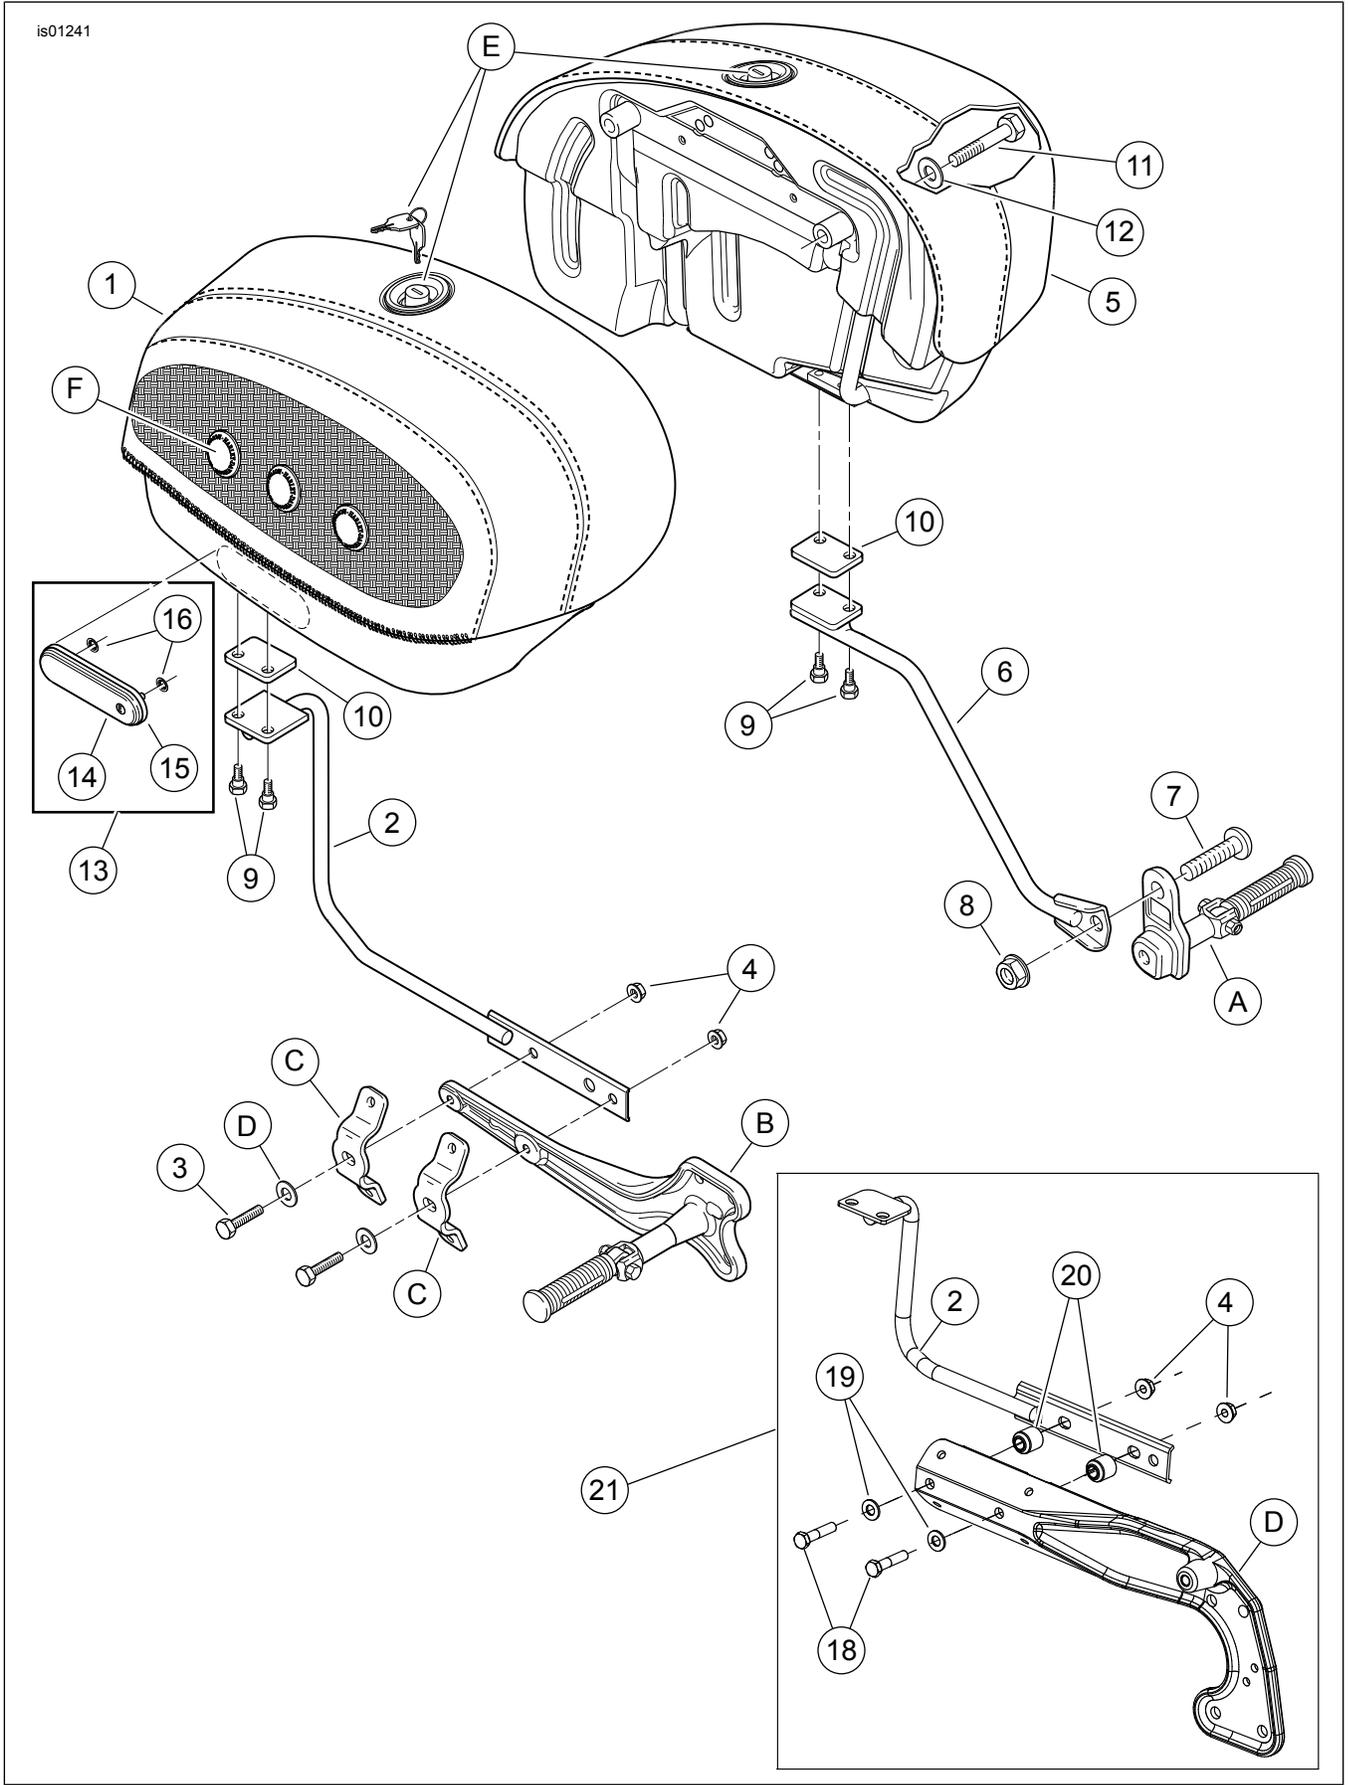

Abbildung 6. Ersatzteile, FLSTN Satteltaschensatz (für Modelle ab 2007 im Kästchen abgebildet)
- Siehe Abbildung 6. Die folgenden Teile aus dem Satz nehmen:
- Die untere rechte Satteltaschenhalterung (2)
- Zwei 38 mm (1-1/2 in) lange Sechskantschrauben mit Sicherungsmittelbeschichtung (18)
- Zwei flache Unterlegscheiben (19)
- Zwei Sechskantsicherungsmuttern mit Bund mit kleinerem Durchmesser (4)
- Zwei Distanzstücke (20)
- Siehe Abbildung 6. Folgende Teile aus dem Satz bereitlegen:
- zwei 57 mm (2-1/4 in) lange Sechskantschrauben (11) und
- zwei flache Unterlegscheiben (12).
- Eine der Unterlegscheiben (12) über das Gewinde einer neuen Schraube (11) aus dem Satz legen. Diese Schraube durch eines der Befestigungslöcher in der Satteltasche schieben.
- Die beiden Bundschrauben (9) und einen Dämpfungspolster (10) aus dem Satz nehmen.
- Die Sechskantschrauben (11) zwischen Satteltasche und Hinterradschutzblech auf ein Drehmoment von 28,5–36,6 N·m (21–27 ft·lb) anziehen.
- Eine der Unterlegscheiben (12) über den Gewindeteil einer Schutzblechbefestigungsschraube setzen. Die Schraube durch eines der Befestigungslöcher in die Satteltasche schieben und den entsprechenden, zuvor ausgebauten abnehmbaren Befestigungsteil (vorne oder hinten) auf den Schraubengewindeteil setzen.
7. Siehe Abbildung 6. Die beiden Bundschrauben (9) und einen Dämpfungspolster (10) aus dem Satz nehmen.
10. Die Sechskantschrauben (11) zwischen Satteltasche und Hinterradschutzblech auf ein Drehmoment von 28,5–36,6 N·m (21–27 ft-lb) anziehen.
1. Siehe Abbildung 6. Sicherstellen, dass die Schraubenbünde (9) das Dämpfungspolster (10) an der Unterseite der Satteltasche nicht einklemmen. Danach die Schrauben auf ein Drehmoment von 24–27 N·m (18–20 ft-lb) anziehen. Das Verfahren auf der anderen Seite des Motorrads wiederholen.
2. Die zwei 5/16-18 Sechskantsicherungsmuttern (4) für die rechte, untere Satteltaschenhalterung (2) auf ein Drehmoment von 20,3–25,8 N·m (15–19 ft-lb) anziehen.
3. Die 3/8-16 Sechskantsicherungsmutter (8) für die linke, untere Satteltaschenhalterung (6) auf ein Drehmoment von 20–26 N·m (15–19 ft-lb) anziehen.